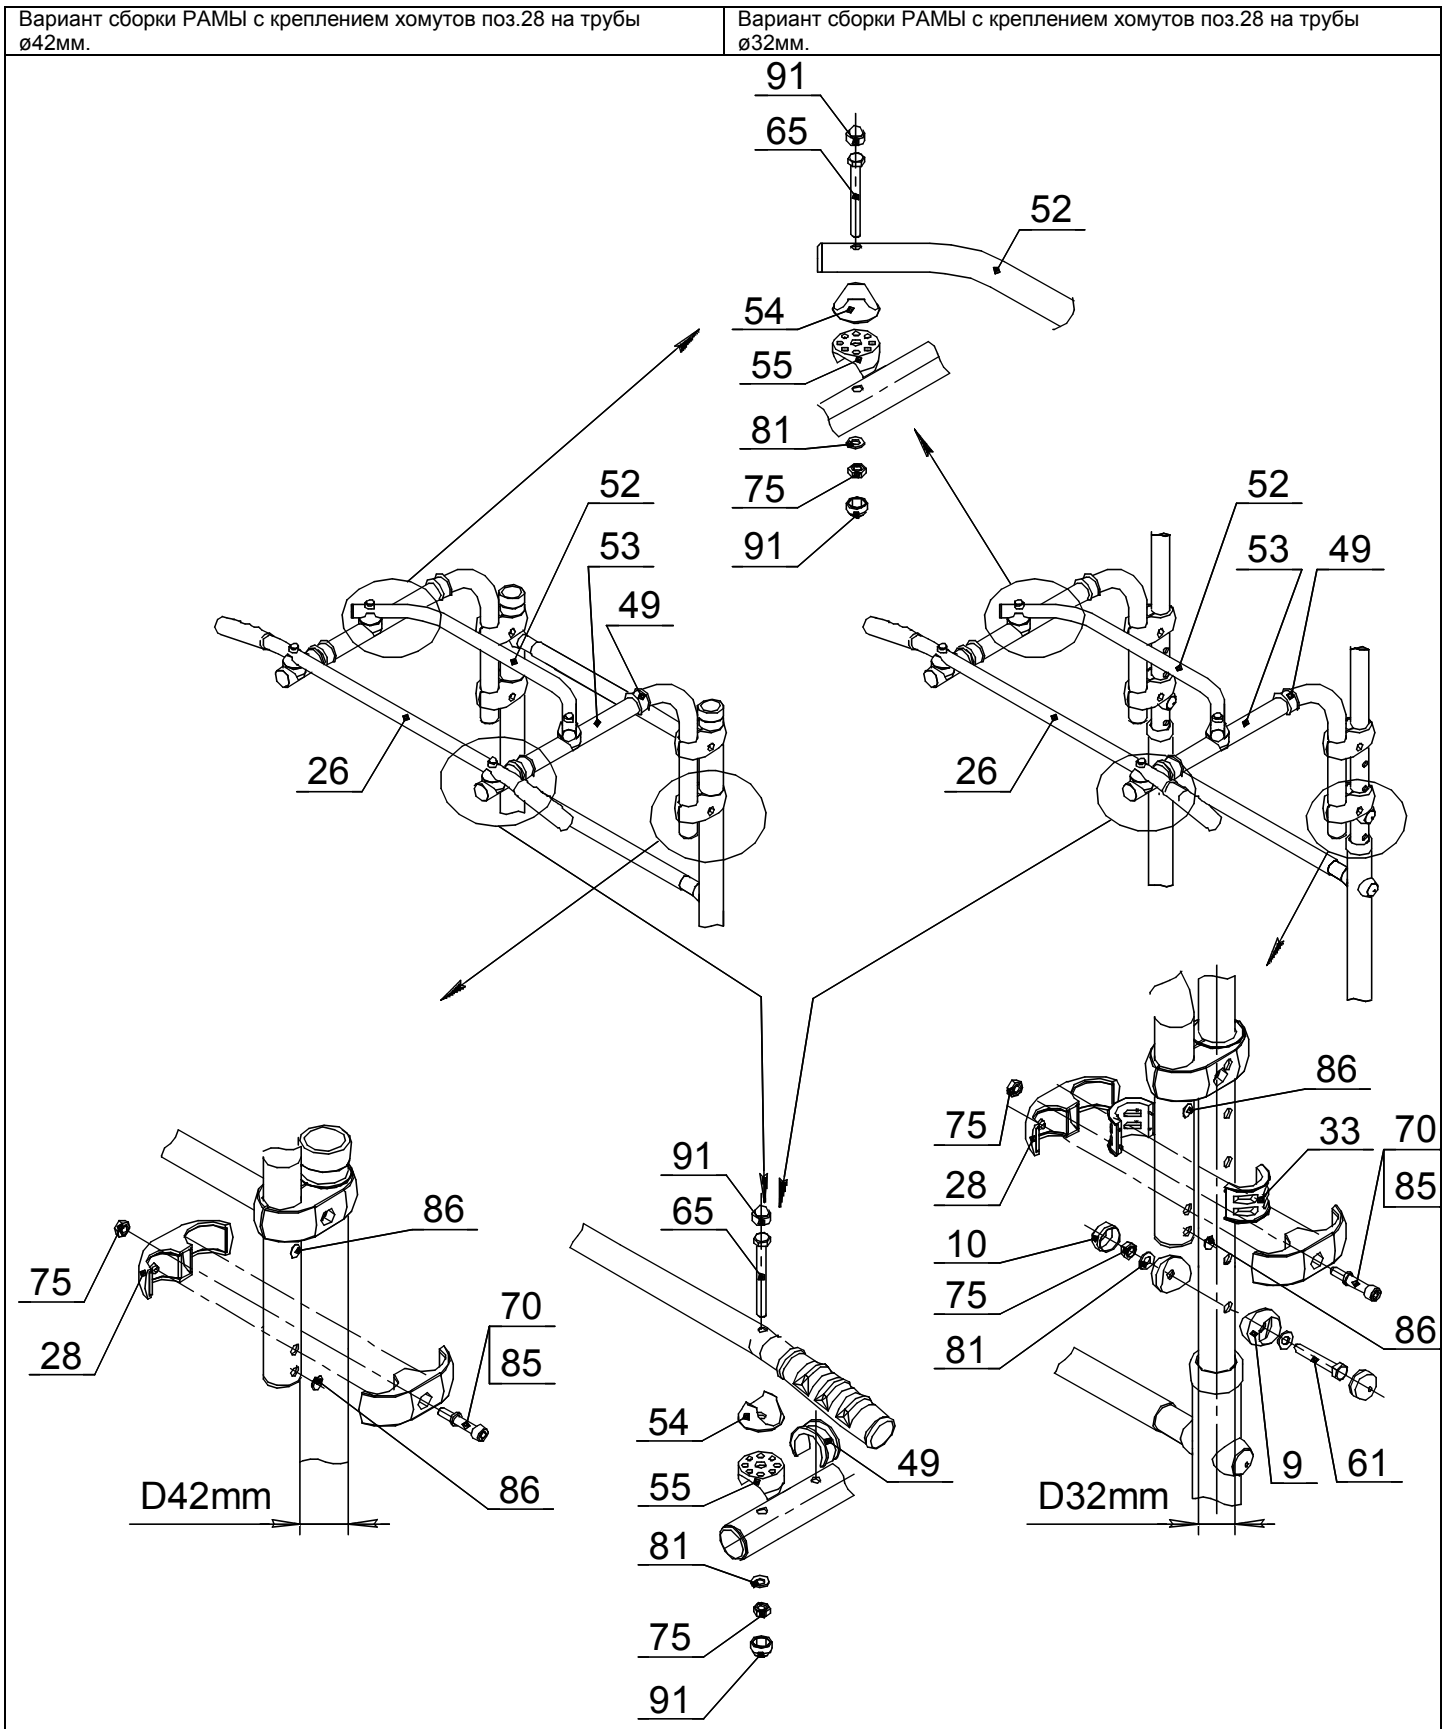

Рис. 1
5.2 Собрать и установить РАМУ на стойки ДСК согласно рис. 1.